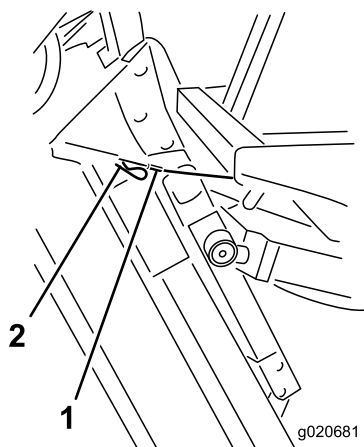

Figura 78
6. Sujetando la carcasa del cortacésped en posición vertical, coloque el extremo del cable sobre el pasador del brazo de elevación de la carcasa y fíjelo con el pasador de horquilla (Figura 78).